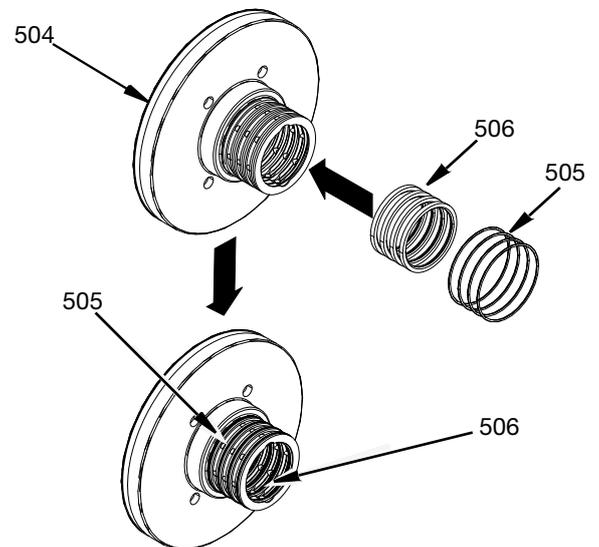

Рис. 24
- Установите уплотнительные кольца (505) и герметизирующие уплотнения (506) на подшипник воздухораспределительного кольца (504). См. Рис. 24.